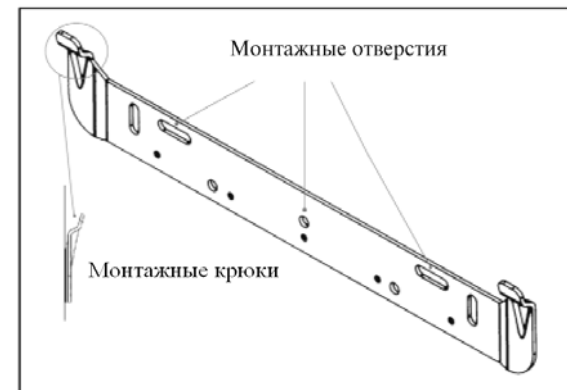

Рисунок 16.
12.5. Пользуясь монтажным шаблоном, просверлите отверстия 8,5 мм для монтажного приспособления (если оно имеется) и кронштейны. Укрепите на стене монтажное приспособление и кронштейны. (Рисунок 16).